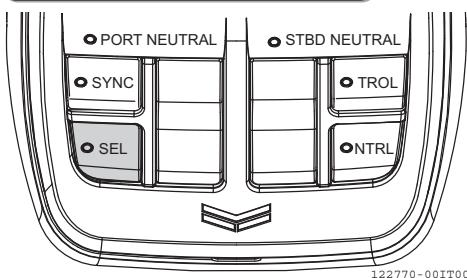

Figura 37
- La spia del quadro interruttori si accende e la spia SEL del controllo marcia (**Figura 36**) si accende o inizia a lampeggiare (**Figura 37**).